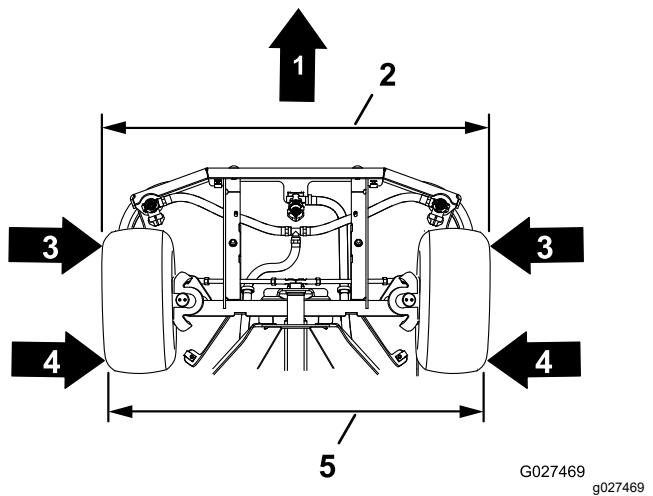

Figura 83
4. Mida la distancia entre las 2 caras delanteras de las ruedas delanteras, según se muestra en Figura 83.
5. Mida la distancia entre las 2 caras traseras de las ruedas delanteras, según se muestra en Figura 83.